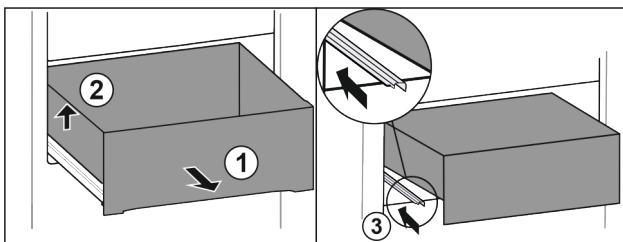

Fig. 77
- ▶ Extraiga el cajón hasta el tope. Fig. 77 (1)
- ▶ Levante el cajón por la izquierda. Fig. 77 (2)
- ▶ Retraiga la guía izquierda. Fig. 77 (3)